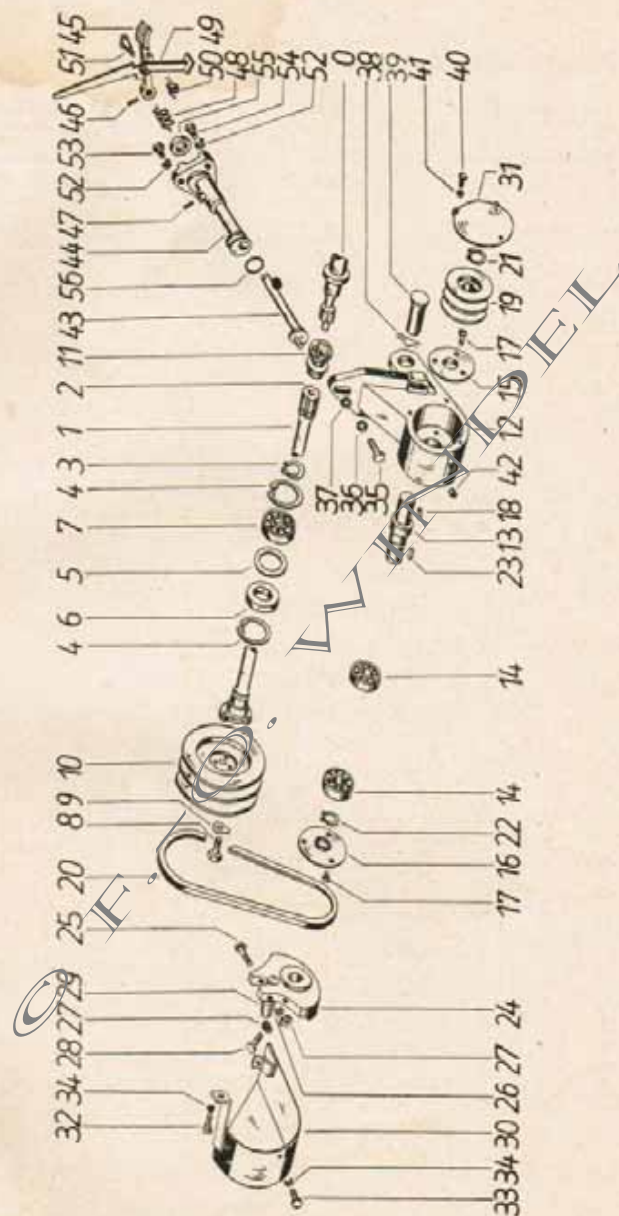

Bild 13 Einzelteile für Zorger-Mähantrieb und Mähschaltung
- U Aufzugshaken (Bild 13, Teil 26) verbindet den Kurbelhebel mit dem Rastrad
- V Verstellspindel (Bild 13, Teil 15)
- W Bügel des Aufzugshakens (Bild 13, Teil 28)
A. Zorger-Mähantrieb und Mähschaltung (Bild 13)
A. Zorger-Mähantrieb und Mähschaltung Fortsetzung (Bild 13)